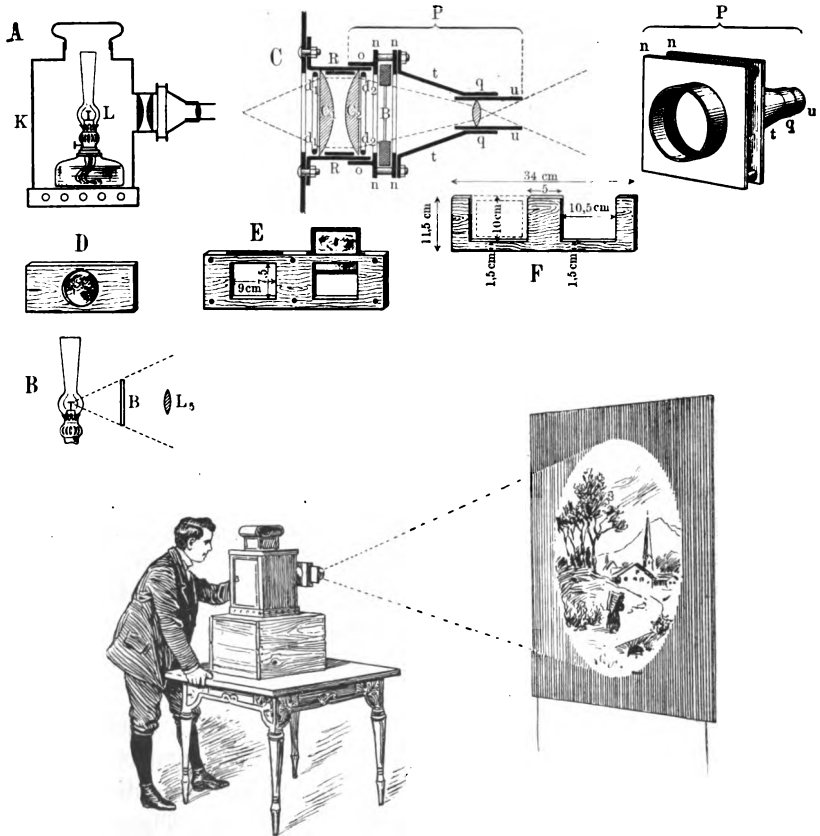

Fig. 65. Laterna magica.
Ein viereckiger, aus Eisenblech genieteteter — nicht gelöteter — Kasten *K* (Fig. 65 a. S. 264) enthält in seinem Innern eine Petroleumlampe *L*, deren Licht auf das zu vergrößernde Glasbild fallen soll. Auf die Helligkeit dieser Lampe kommt viel an, auch auf die Form ihrer Flamme, die nicht nach oben in die Länge gezogen sein soll. Deswegen eignet sich auch eine Küchenlampe durchaus nicht, obgleich ihr niedriges Bassin sie für den Apparat sonst recht brauchbar macht. Man schraubt am besten auf das Bassin einen starken Kundbrenner, dessen Flamme in einem kugelförmigen Zylinder durch ein zentrales Metallplättchen breit gedrückt wird. Nach der vorhandenen Lampe richtet sich die Größe des Kastens, der hinten eine Tür haben muß, um die Lampe hineinstellen zu können. Der Schornstein erhält einen viereckigen Querschnitt, braucht nicht hoch zu sein, muß aber nach vorn und hinten so viel Raum lassen, um die Lampe, ohne mit dem Zylinder anzustoßen, ein gutes Stück verschieben zu können. Ein rund gebogener breiter Blechstreif greift von oben her in den Schornstein ein und dient als Sichtkappe. Aus der Vorderwand des Kastens wird genau in der Höhe der Flamme ein rundes Loch ausgeschnitten, so groß als die Linsen sind, zu denen die Geldmittel ausreichen.
Nehmen wir an, es würde durch eine helle Lampe (Fig. 65, Darstellung B) ein auf Glas gemaltes durchscheinendes Bild *B* hell erleuchtet, so wirkt das Bild nun selbst wie eine Lichtquelle und es ist keine Frage, daß man von ihm mittels einer brennglasähnlichen Linse ein vergrößertes Bild auf einer Wand entwerfen kann. Aber man sieht auch, daß von dem auf das Glasbild fallenden Licht der Lampe, das sich ja kegelförmig ausbreitet, sehr wenig in die Linse *Ls* fällt. Das vergrößerte Bild
Der ganze in der Fig. 65 C mit $\overset{P}{\rule{1.5cm}{0.4pt}}$ bezeichnete Teil ist als ein Stück aufzufassen und besteht zunächst aus dem kurzen Rohr o , mit dem man ihn auf das Beleuchtungsrrohr R aufschieben kann. Dann folgt ein aus zwei Platten nn (vergl. auch die perspektivische Zeichnung der, Objektivkopf genannten, Vorrichtung) und vier Metallsäulchen hergestellter Schliz, in den sich das Bild einführen läßt, und schließlich der trichterförmige Ansatz t , an dem sich ein Rohr q befindet, das dem Objektivrohr u (Objektiv heißt die Linse, welche das Bild entwirft) zur Führung dient. Die Objektivlinse ist einerseits durch einen
Selbstverständlich müssen alle Bilder verkehrt in den Apparat geschoben werden, damit sie an der Wand nicht auf dem Kopf stehen. Recht bequem ist für die Bilder ein Einschiebrahmen, der noch den Vorteil bietet, daß man das eine Bild austauschen kann, während das andere projiziert wird. Ein derartiger Rahmen ist in den Abbildungen E und F der Fig. 65 dargestellt. Das Mittelstück ist aus Laubsäge- oder Zigarrenkistenholz gefertigt und enthält zwei Ausschnitte von 10 cm Tiefe und 10,5 cm Breite, mithin etwas größer als die Bilder selbst sind. Die Dicke des Brettchens muß etwas mehr betragen als diejenige der stärksten Bilder. Auf dieses Holzstück werden dann von beiden Seiten Masken aus Pappe oder besser aus dünnem Blech aufgenagelt oder aufgeschraubt, mit Öffnungen, etwas kleiner als die Bilder selbst. So entstehen, da die Ausschnitte des Holzbrettes größer sind als die der Masken, Führungsnuten und oben zwei Schlitze, durch welche die Bilder in den Rahmen eingesteckt werden können (E). Hat man sich gleich entschlossen, einen derartigen Rahmen zu verwenden — was allerdings Beleuchtungsklinen von 12 cm Durchmesser nötig macht —, so müssen die Abmessungen des Einführungsschlitzes nn (Darstellung C) nach den Maßen des Rahmens eingerichtet sein.